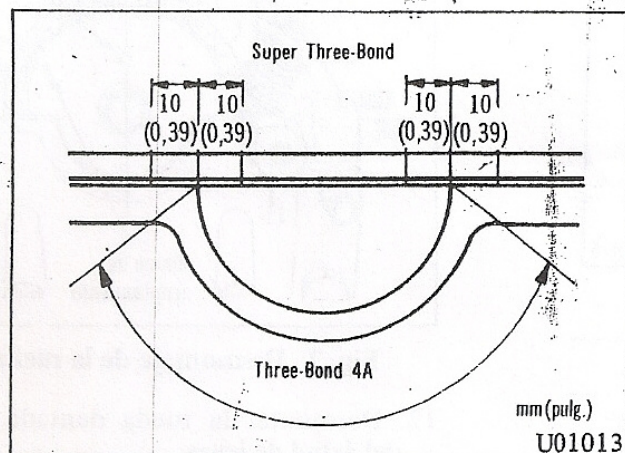

Fig. 13 Puntos de obturación
7. Instalar una guarnición semicircular en la culata. Aplicar obturador a los puntos de obturación indicados en la Fig. 13.